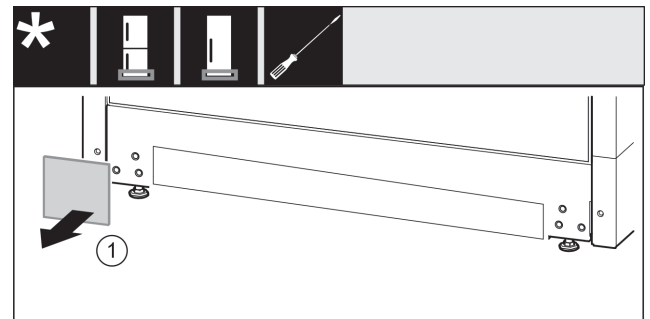

Fig. 19
- ▶ Abdeckung Fig. 19 (1) abnehmen.